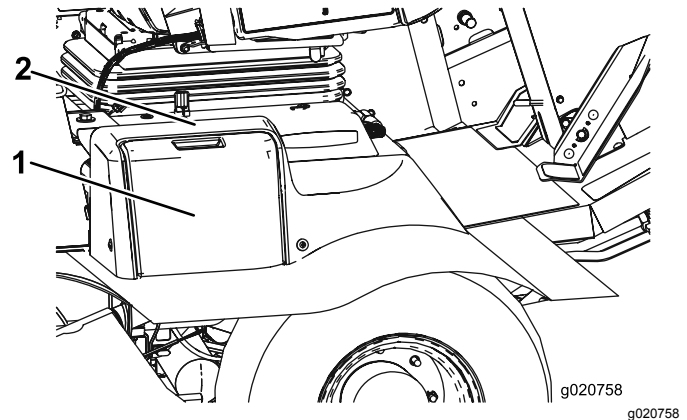

Figura 80
1. Abra la tapa de la batería, situada en el lado de la cubierta (Figura 80).
Nota: Presione hacia abajo sobre la superficie plana situada encima de la tapa de la batería para facilitar la apertura de la tapa (Figura 80).